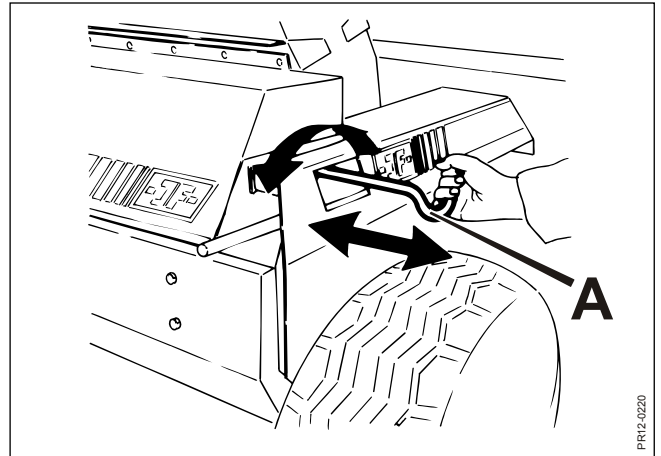

Рис. 4-14
- Рис. 4-14 3. С помощью рукоятки **A** поставьте точильный камень в такое положение, чтобы между ножами и камнем был зазор 2-3 мм.
- Рис. 4-14 7. Аккуратно подавайте камень, пока он не коснется ножей, с помощью рукоятки **A**. Проведите камень вдоль барабана и обратно. Подайте камень еще немного и повторите движение вдоль барабана.